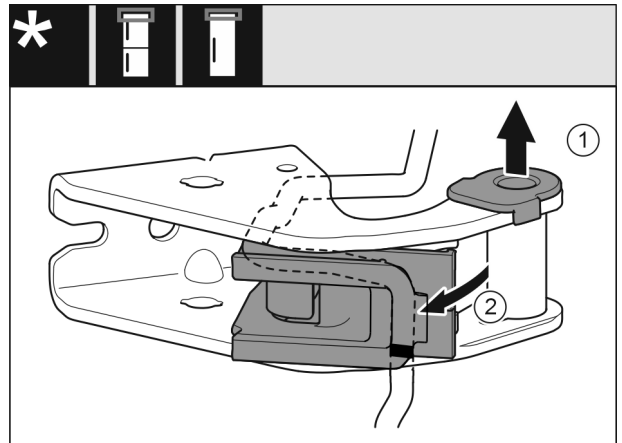

Fig. 17
- ▶ Nxirrni jashtë nga foleja udhëzuese manikotat e kapjes. Fig. 17 (1)
- ▶ Nxirrni kabllon nga mbajtësja e kabllos. Fig. 17 (2)